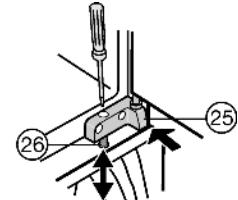

Fig. 13
- Gerät in der Höhe ausrichten: über die Stellschrauben Fig. 13 (26) in den Lagerböcken Fig. 13 (24,25).